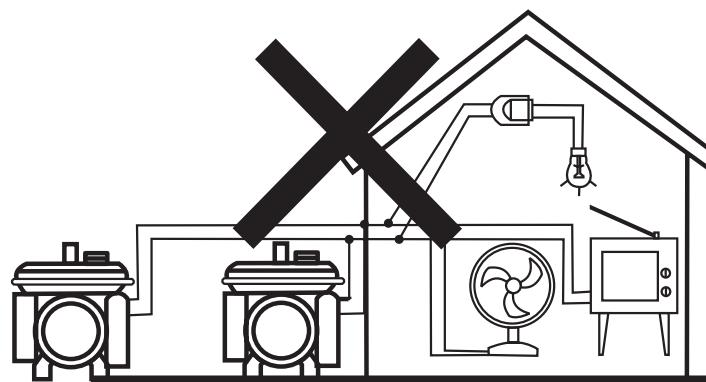

Рисунок 7 — Запрещено объединять два (и более) генератора в единую электрическую цепь!
• **ВНИМАНИЕ!** Запрещается соединять два и более генератора в единую электрическую цепь (см. рис. 7). Это может привести к выходу генераторов из строя. Если электрической мощности данного генератора недостаточно, то необходимо использовать генератор с более высокой электрической мощностью.